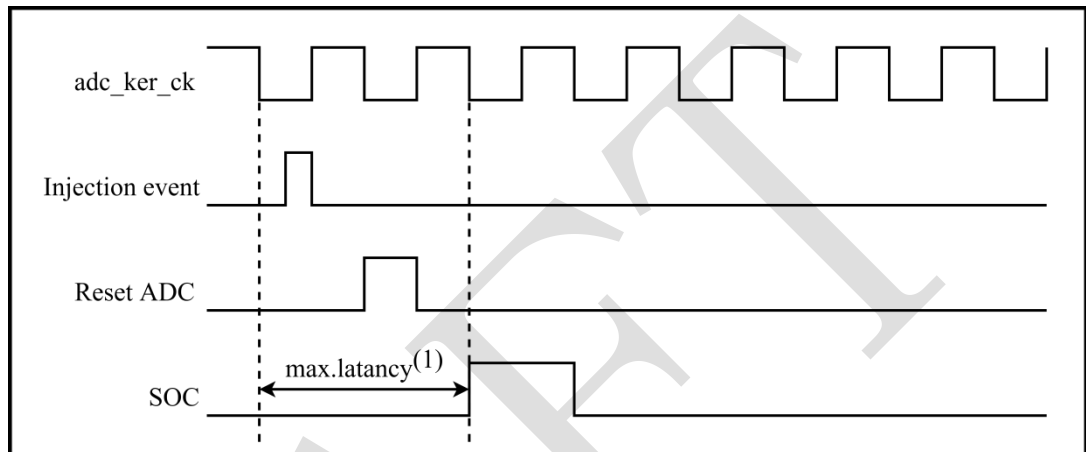

图 14-7 注入转换延迟
4. 如果在注入转换期间出现常规触发事件，注入转换不会中断，但在注入序列结束时会执行常规序列转换。注入序列相应的时序图如图 14-7 所示。